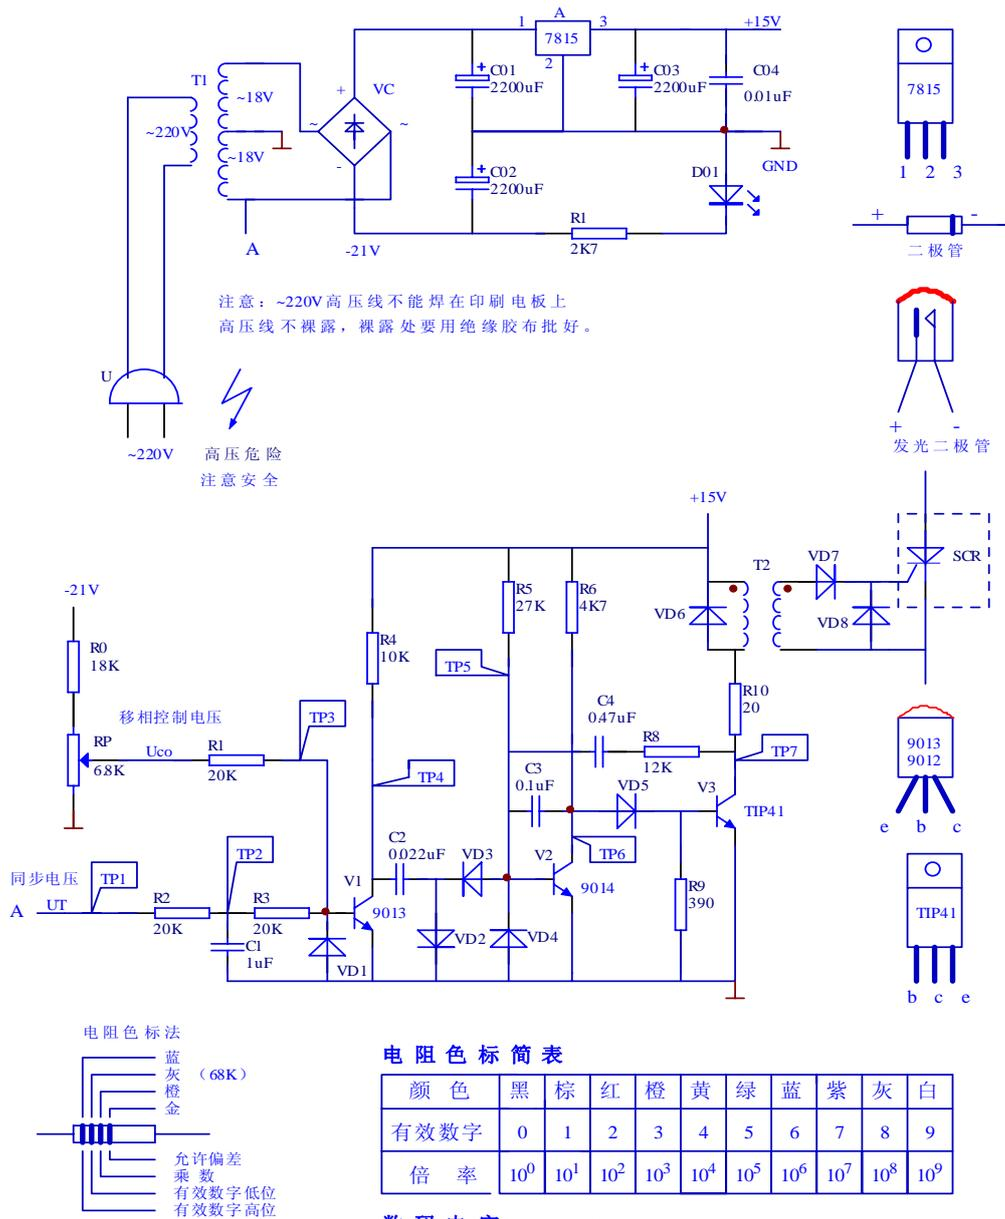

图 4-1 同步波形为正弦波触发电路
3. 观察、记录电路中图 4-1 TP~TP7 各点的电压波形。